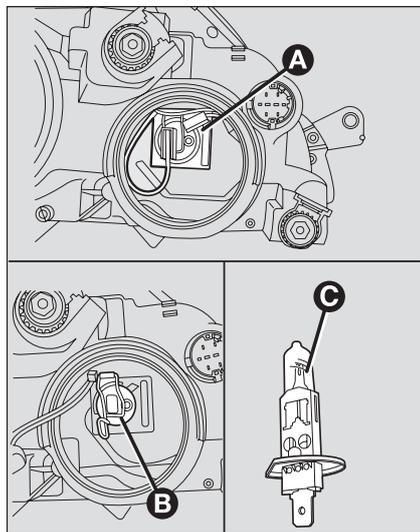

fig. 19
LUCI ANABBAGLIANTI fig. 19
- scollegare il connettore elettrico **A**-fig. 19;